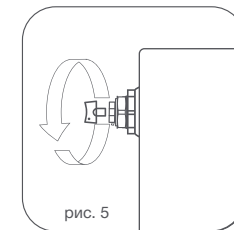

рис. 5
- 8.4. Для удаления воздуха из радиатора в верхний коллектор обязательна установка крана Маевского* или автоматического воздухоотводчика. Для удаления воздуха через кран Маевского необходимо периодически (несколько раз в год) вручную стравливать его с помощью специального ключа* (рис. 5)